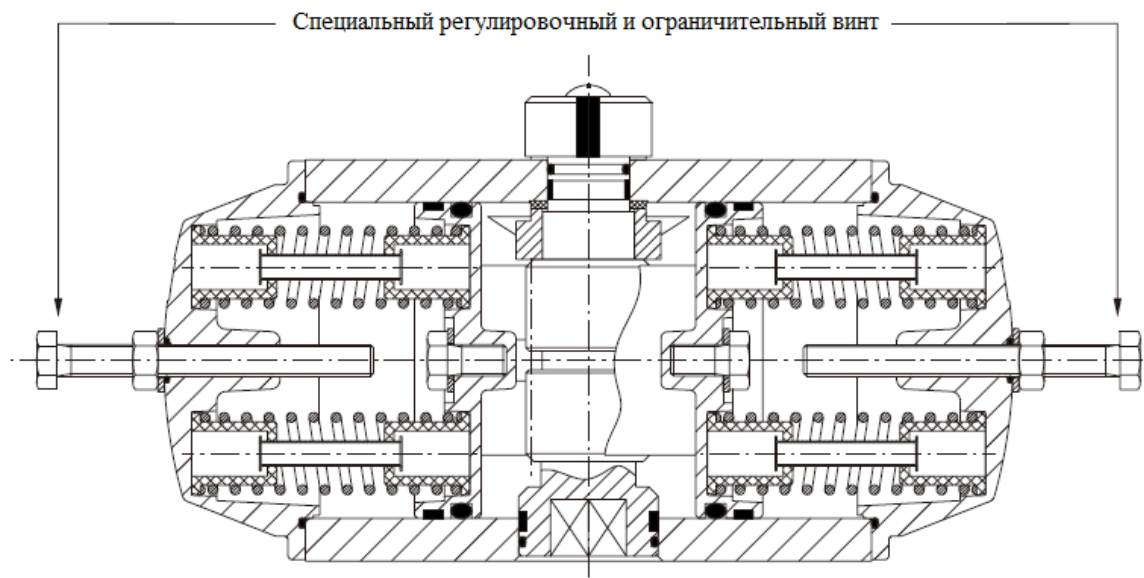

Рисунок 7. Пневмопривод с регулировочными винтами (дополнительная опция)
2.5.2. При заказе пневмопривода с данной опцией, в торцевых крышках пневмопривода устанавливаются регулировочные винты, которые позволяют ограничивать ход пневмопривода в полном диапазоне: $0^\circ - 90^\circ$, $0^\circ - 120^\circ$ или $0^\circ - 180^\circ$ в зависимости от варианта исполнения пневмопривода (рис. 7). Закручивая или выкручивая регулировочные винты (предварительно ослабив стопорные гайки) уменьшается или увеличивается ход пневмопривода. Оба винта должны быть равноудалены от выходного вала пневмопривода.